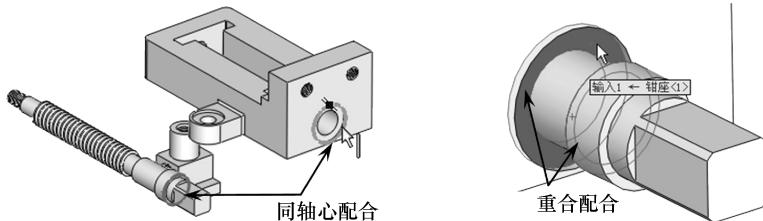

图 7-52 配合丝杠与钳座
- 04 首先装配丝杠到钳身。使用【配合】工具，选择丝杠圆形部分的边线与钳座孔边线作为要配合的实体，使用【同轴心】配合。然后选择丝杠圆形台阶面和钳座孔台阶面作为要配合的实体，使用【重合】配合，配合的结果如图 7-52 所示。